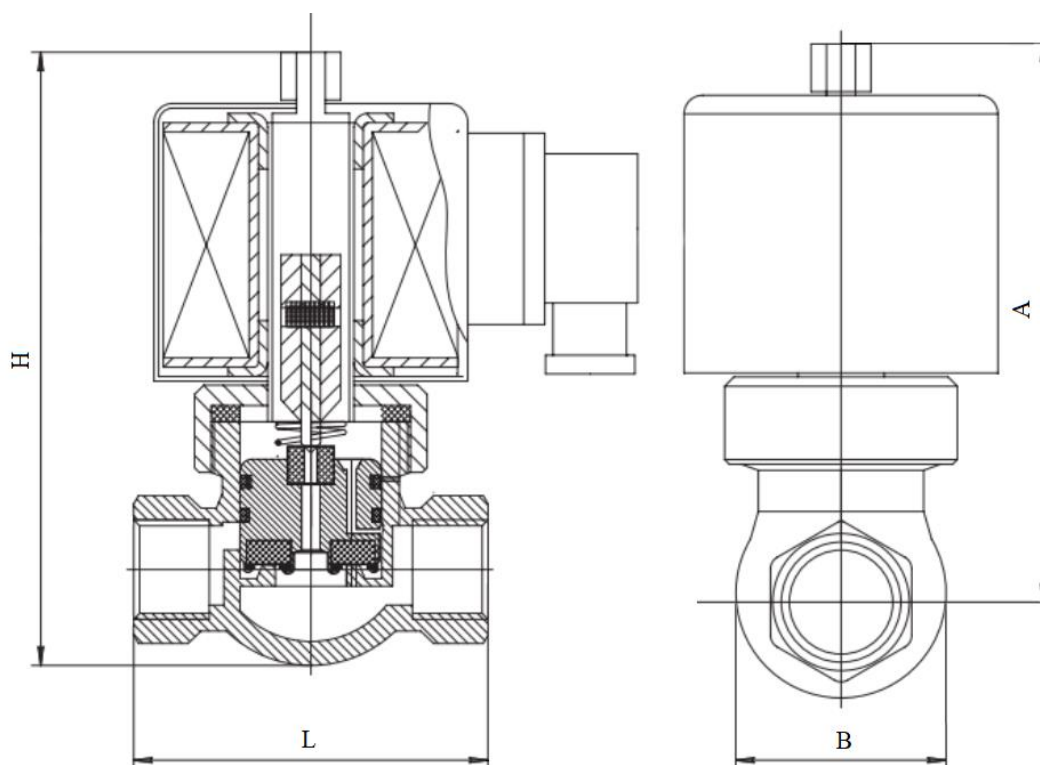

Рисунок 1. Основные габаритные размеры клапана
1.2.11. Основные габаритные размеры клапана приведены в табл.1 и на рис.1.